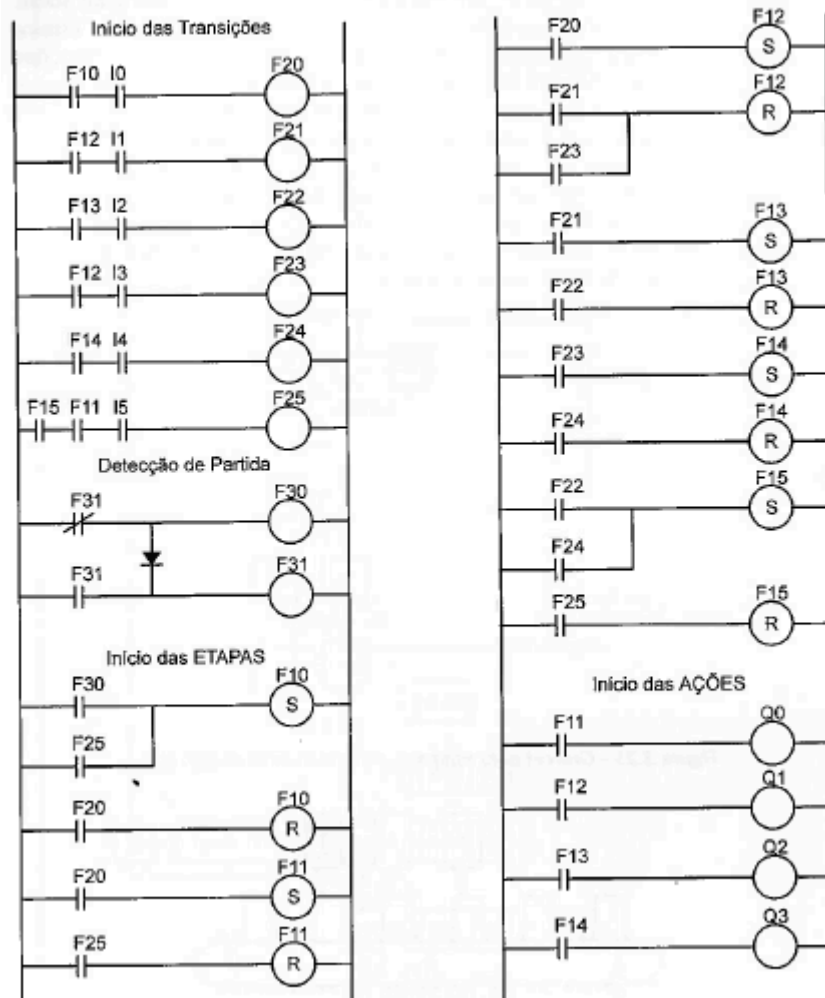

Figura 5.27 - Diagrama de Contatos obtido a partir do Grafcet a ser determinado.
- 5.5) Obter o Grafcet tecnológico implementado pelo diagrama de contatos ilustrado pela Figura 5.27, sabendo que ele foi elaborado a partir da metodologia descrita no capítulo 5.